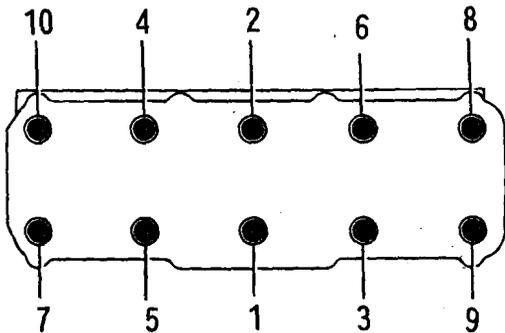

图 1-13 气缸盖螺栓的拧紧顺序
(1) 安装气缸盖时，将专用工具 3070 导向装置的螺栓旋进第 8 与第 10 螺纹孔，对中气缸盖；放上气缸盖后，将其余 8 个螺栓放入，用手拧紧；用 3070 专用工具拧下导向螺栓，然后装入气缸盖螺栓。
(2) 若缸体上有气缸垫定位销时，可不用 3070 导向螺栓对中。
(3) 气缸垫上有记号“oben”一面必须指向气缸盖。
(4) 气缸盖螺栓，按图 1-13 所示顺序分三步拧紧。第一步，拧紧力矩为 $40\text{N}\cdot\text{m}$ ；第二步，拧紧力矩为 $60\text{N}\cdot\text{m}$ ；第三步用扳手连续拧 $1/2$ 圈 (180°)。之后，还可继续用常规扳手拧紧（允许再拧 $2\times 90^\circ$ ）。